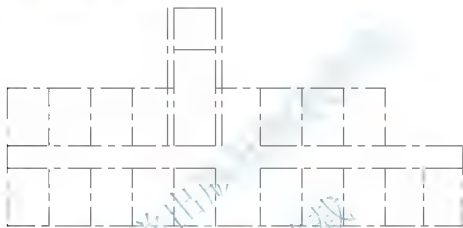

图 2.35 偏移生成 1/4 和 1/6 轴线
(1) 执行【偏移】命令,将5轴线向左偏移600mm,6轴线向右偏移600mm,形成1/4和1/6轴线,结果如图2.35所示。